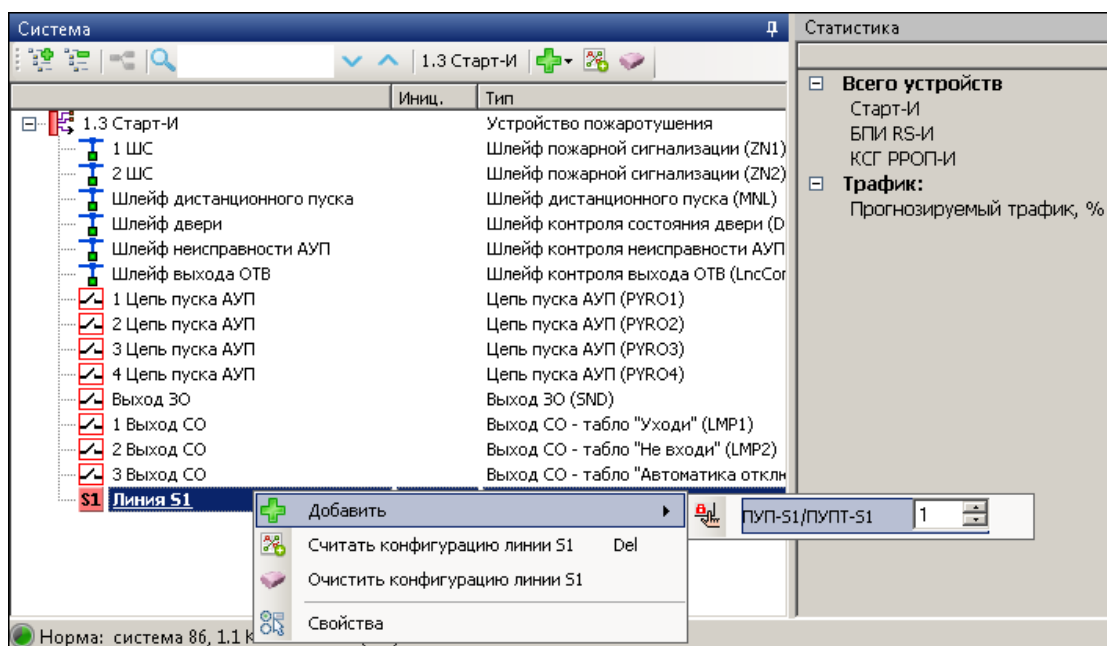

Рис. 7
2. Выделить Старт-И в дереве устройств сегмента, в окне "Система" нажать правой кнопкой мыши на символ линии S1 в дереве Старт-И и добавить необходимое количество пультов (рис. 7).